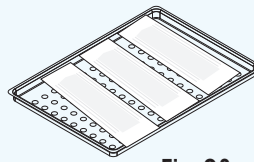
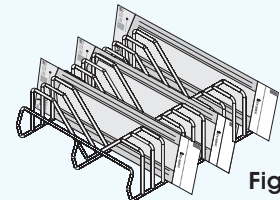

Fig.23
Fig.24
**OBS:** Ao utilizar os envelopes para esterilização, os mesmos devem ser acomodados nas bandejas da autoclave com o lado de papel para cima (Fig. 23), isso facilita a evaporação do vapor resultando em uma secagem rápida e eficiente. Conheça também o suporte para envelopes Cristófoli (Fig. 24) que além de facilitar a secagem, otimiza a capacidade interna da autoclave podendo comportar entre 13 pacotes (1 suporte) e 26 pacotes (2 suportes) dependendo da capacidade da autoclave.